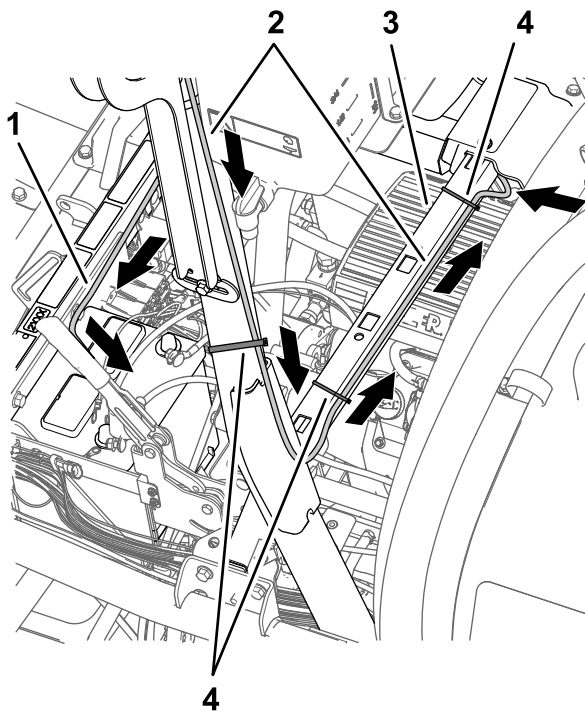
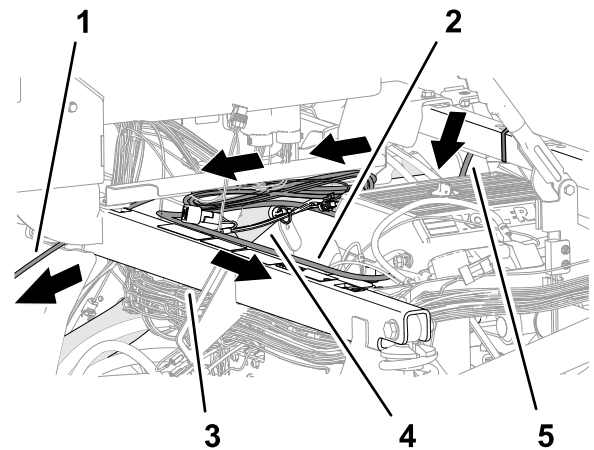

图201
图203
- 将数据线束和电池线束沿左侧垂直翻车保护杆向下布放直至座椅支架的横梁处图201。
2. 如图201所示将导航接收器的390cm 数据线束支管固定到翻车保护杆上。
5. 将数据线束和电池线束穿过座椅支架的横梁并用 2 条扎带将 390cm 数据线束支管固定到横梁上图201 和图203。
6. 沿右上机架管布置 220cm 电池线束支管图203。
7. 将 220cm 电池线束支管朝向电池的方向穿过减震支撑管图203。
- 沿控制台下方并朝仪表板的方向布置 220cm 数据线束支管带 26 插槽接头的线束支管 图203。